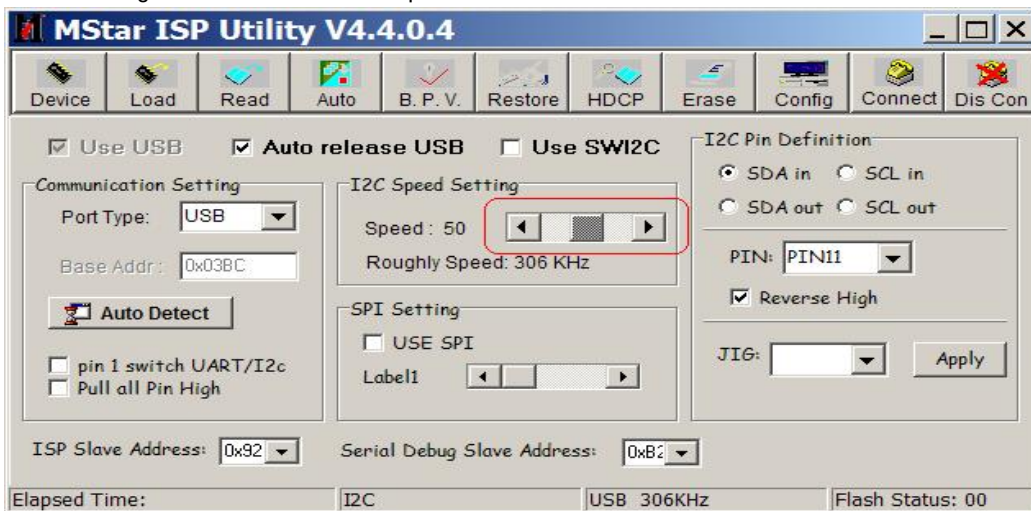

图 6.02
2) 点击“Config”项，将红框所示的 Speed 设为 50，如图 6.02 所示。